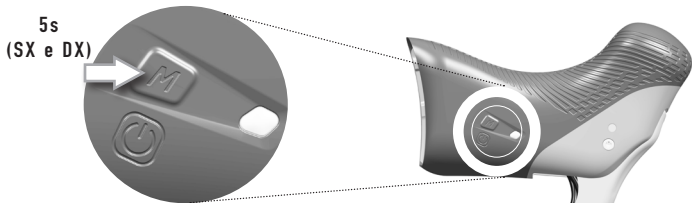

Fig.9
- 2) Tenete premuti contemporaneamente i tasti MODE dei comandi Ergopower (Fig.9) per 5 secondi, fino a che i led si accendono di colore ROSA.